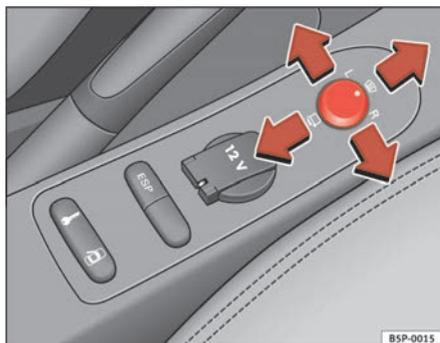

Abb. 91 Drehknopf für Außenspiegeleinstellung
1. Drehen Sie den Drehknopf ⇒ Abb. 91 in Stellung **L (linker Außenspiegel)**.
- Drehen Sie den Drehknopf nach vorne auf die mittlere Stellung ⇒ Abb. 91 ①, damit die Heizung der Außenspiegel und die Funktion der beheizbaren Windschutzscheibe* im Bereich der Ruhstellung der Wischerblätter eingeschaltet wird. ⇒ Seite 124
- Drehen Sie den Drehknopf ⇒ Abb. 91 in Stellung ☞, um die Außenspiegel anzuklappen. Sie sollten die Außenspiegel immer anklappen, wenn Sie eine automatische Waschanlage durchfahren, um Beschädigungen zu vermeiden.